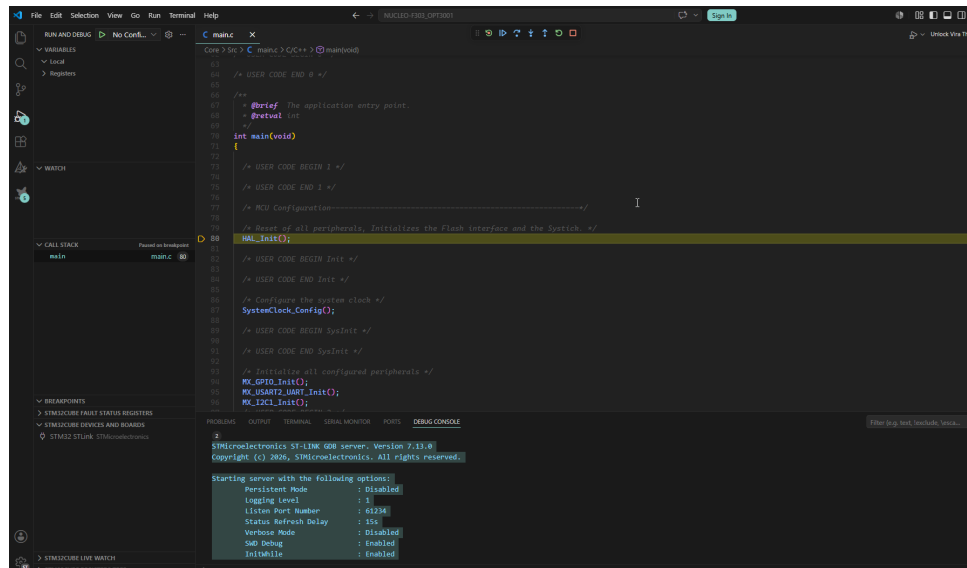

Figura 14: Barra flotante superior de control del depurador en VS Code.
27. Al finalizar la carga, observará que la aplicación se pausa en un punto de interrupción temporal, deteniendo la ejecución al inicio del código en la función `HAL_Init()`. Utilice la barra de herramientas flotante de depuración de la parte superior para reanudar o controlar el flujo paso a paso (ver figura 14).